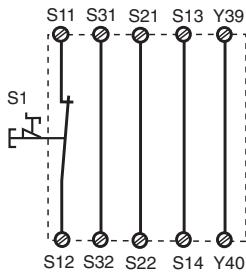
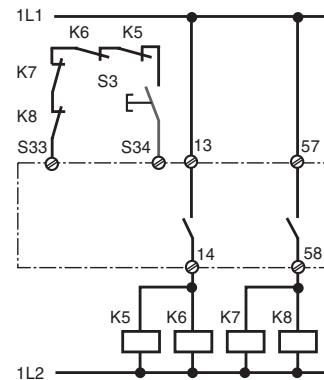

Fig. 2: Eingangskreis einkanalig, automat. Start/Single-channel input circuit, automatic reset/Commande par 1 canal, validation automatique
Fig. 10: wie Fig. 9 mit überwachtem Start/connection for contactors/relays and monitored reset/comme Fig. 8 avec surveillance du poussoir de validation
In Fig. 2 ... Fig. 10 sind Anschlussbeispiele für NOT-AUS-Beschaltung mit automatischem und überwachtem Start, Schutztürsteuerungen sowie Kontaktvervielfachung durch externe Schütze dargestellt.
- Fig. 2 und 7: **keine** Verbindung S33-S34
In Fig. 2...Fig. 10 are connection examples for Emergency Stop wiring with automatic and monitored reset. Safety gate controls as well as contact expansion via external contactors.
- Fig. 2 and 7: S33-S34 **not** connected
Les figures 2 à 10 représentent les différents câblages possibles du PNOZ XV3.1 à savoir: poussoir AU avec réarmement automatique ou auto-contrôlé, interrupteurs de position et augmentation du nombre des contacts de sécurité par contacteurs externes.
- Fig. 2 et 7: **pas** de câblage sur S33-S34